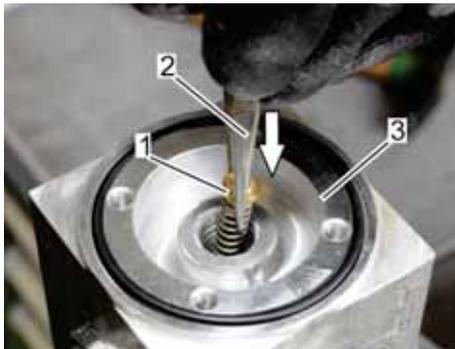

Abb. 111: Federausgleichsstück mit Druckfeder einsetzen
6. Mit einem geeigneten Werkzeug (Abb. 111/2) das Federausgleichsstück mit Druckfeder (Abb. 111/1) in die Einsatzbohrung des Gehäuses (Abb. 111/3) einsetzen.